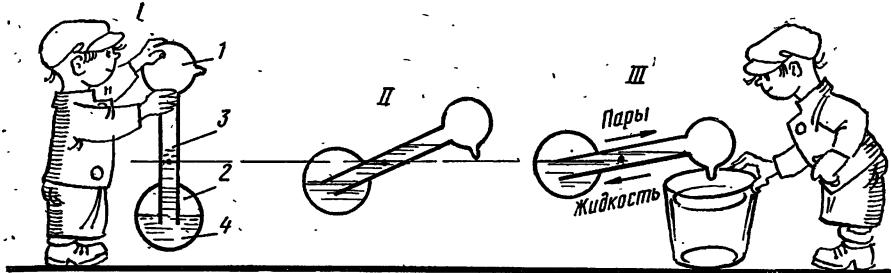

Рис. 27.
Птичка Хоттабыча (рис. 27, I). Верхний шарик 1 (голова птички) и трубка 3 (шея) образуют длинное плечо рычага. Нижний шарик 2 (брюшко) — короткое плечо. В исходном положении I равновесие достигается тогда, когда трубка 3 почти вертикальна, а вся жидкость 4 находится внизу. После смачивания внешней поверхности шарика 1 водой начинается ее испарение, вследствие чего шарик 1 охлаждается и пары в нем начинают конденсироваться. Давление паров в шарике 1 уменьшается, а в шарике 2 остается прежним, поэтому столб жидкости по трубке 3 начинает подниматься из шарика 2 вверх. Вследствие этого увеличиваются и масса, и сила тяжести длинного плеча рычага, а короткого уменьшаются. Равновесие рычага нарушается, и птичка наклоняется (II). Наступает момент, когда нижний конец трубы 3 уже не будет погружен в жидкость. Тогда под действием силы тяжести начинается движение жидкости вниз в шарик 2 и движение паров в обратном направлении (под действием разности давлений III). Давление в шариках выравнивается, а вся жидкость стекает вниз. Птичка занимает исходное положение I. Затем все начинается сначала.